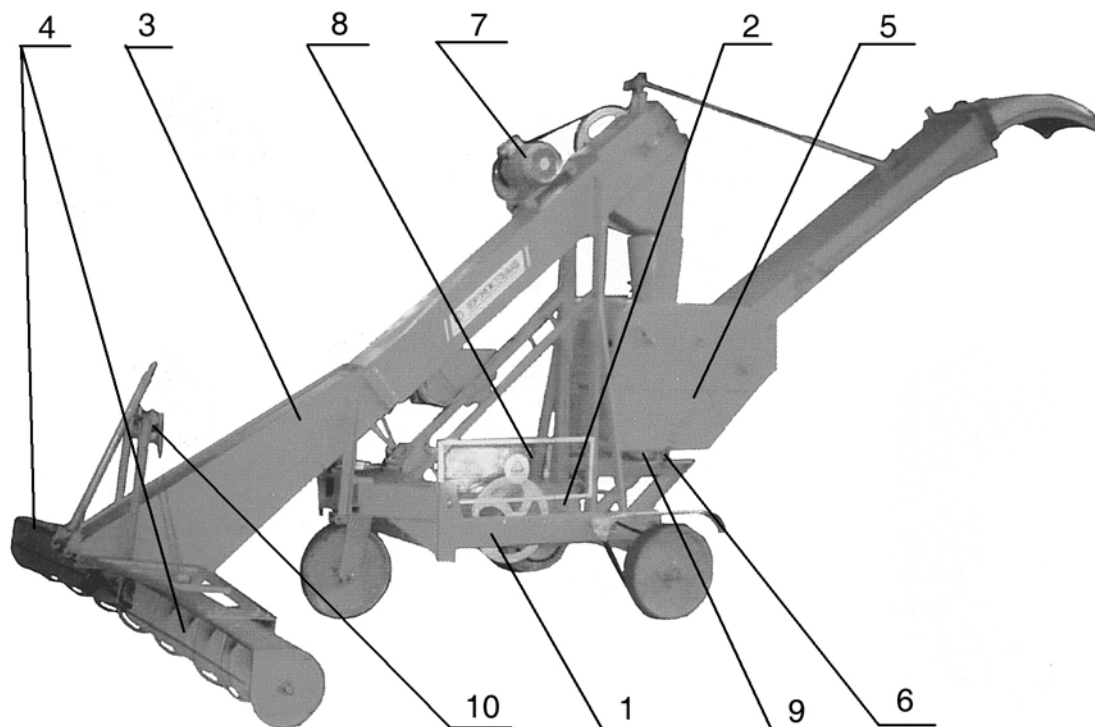

Рис. 4.1 Погрузчик зерна:
3.1.1 Погрузчик состоит из следующих узлов и механизмов (рис. 4.1):
Транспортер (Рис. 4.1) состоит из наклонного корпуса 1 и двух Т - образно расположенных шнековых питателей 4, шарнирно соединенных с нижней головкой транспортера.